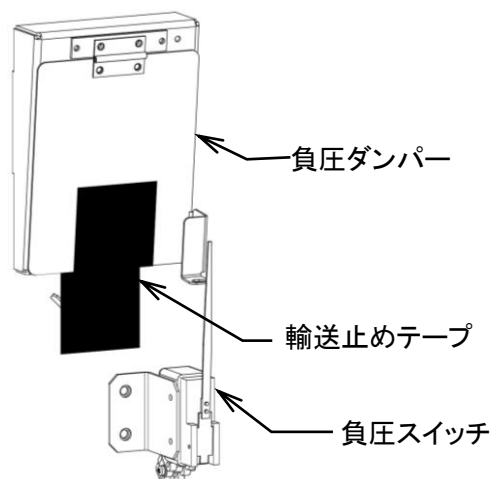

図 4-6
- 1) 機械後部にある負圧ダンパーの輸送止めテープを外します。(図 4-6)